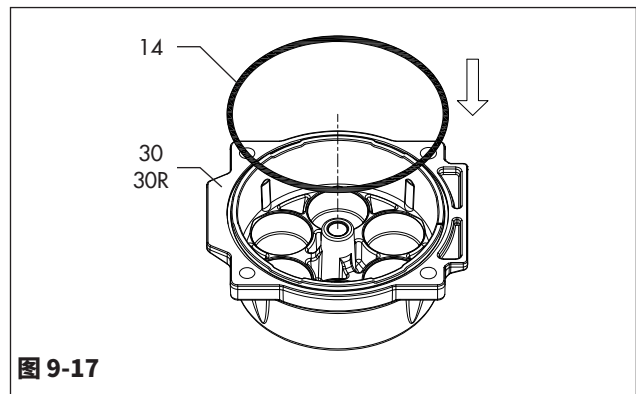

图 9-17
- 如图9-17所示,将端盖“o”形环(14)置于凹槽中,确保“o”形环在其壳体中保持稳定。